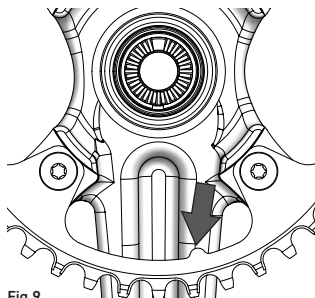

Fig.9
- **PARA EKAR GT:** coloque el nuevo plato de forma que las marcas presentes en el mismo plato sean visibles en el lado interior del conjunto de platos y bielas y que el diente de referencia esté colocado correctamente (Fig.9).